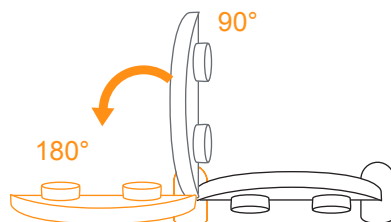

Fig. 12b
- To remove the child tray: Press the release button and rotate the tray 180 degrees and pull the tray until it released (Fig. 12b).
- Para retirar la bandeja para niños: Presione el botón de liberación y gire la bandeja a 180 grados y jale la bandeja hasta que se libere. (Fig. 12b).